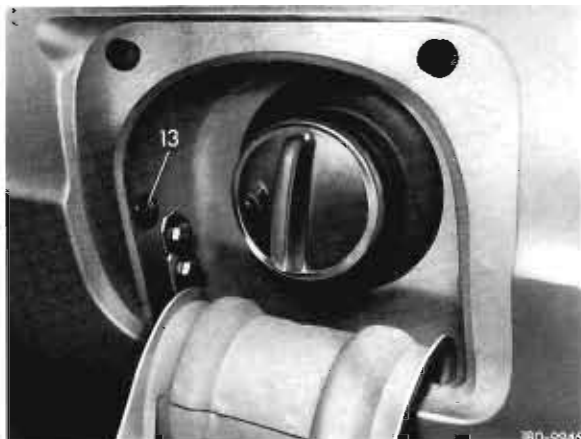

Bild 6
19 Gummitülle seitlich im Tankeinfüllstutzen entfernen und dafür Hülse (13) nach Bild 6 montieren.